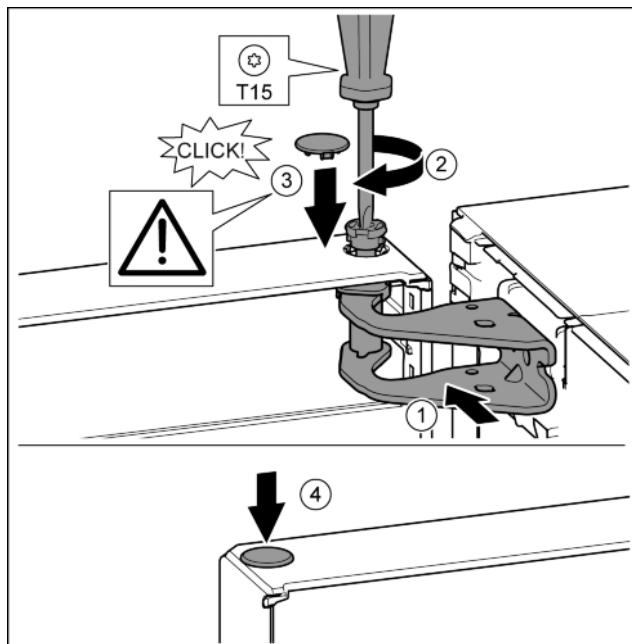

Fig. 20
- Poravnajte gornja vrata prema otvoru u podlošku ležaja. Fig. 20 (1)
- Umetnите svornjak i zavijte odvijačem T15. Fig. 20 (2)
- Montirajte sigurnosni pokrov radi osiguranja vrata: Umetnите sigurnosni pokrov i provjerite naliježe li na vrata. U protivnom u potpunosti umetnите svornjake. Fig. 20 (3)
- Umetnите čep. Fig. 20 (4)